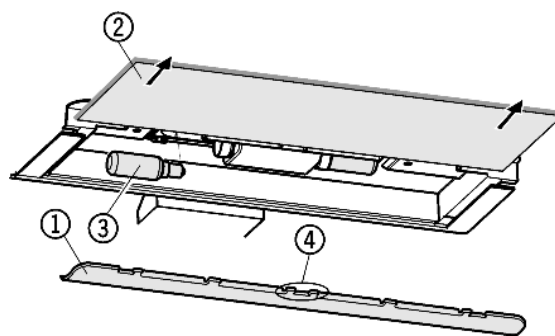

Fig. 16
- Retirar el panel Fig. 16 (1): sujete con el dedo por detrás del panel y desencájelo.
- Extraiga la plancha de cristal Fig. 16 (2).
- Sustituya la bombilla Fig. 16 (3).
- Volver a colocar el panel: encájelo a izquierda y derecha y preste atención a que el gancho Fig. 16 (4) intermedio se encuentre sobre la plancha de cristal.